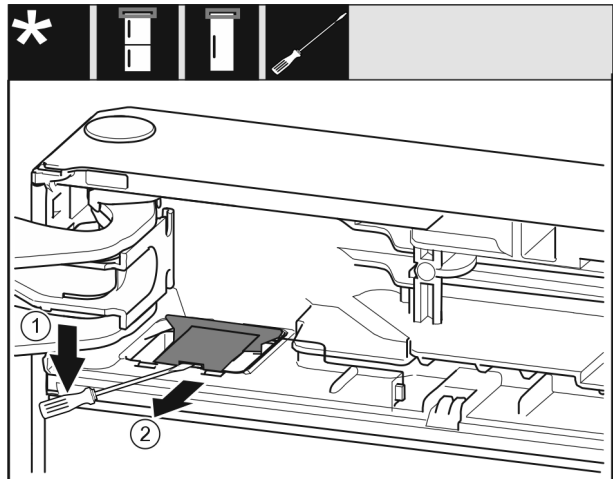

Fig. 10
- Met een platte schroevendraaier de afdekking Fig. 10 (1) losmaken.
- Afdekking Fig. 10 (2) eruit trekken.